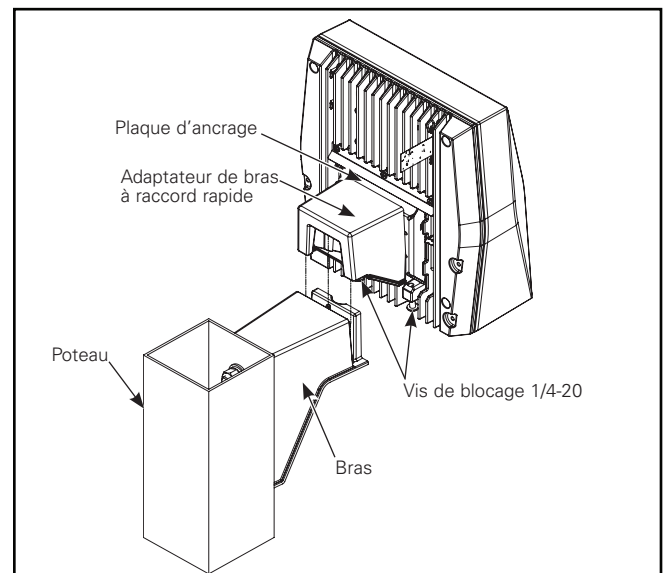

Figure 12.
- Fixez l'adaptateur à raccord rapide au luminaire puis tirez les fils d'alimentation du luminaire dans le trou central de la plaque d'ancrage. Serrez les deux (2) vis de blocage 1/4-20 du luminaire à un couple de 2,3 Nm (20 po-lb). (Figure 12.)